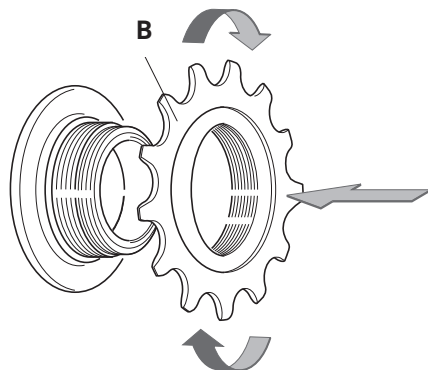

Fig. 7
- Montate il pignone fisso (B - Fig. 7) sul corpo filettato del mozzo avvitandolo in senso orario fino a fine corsa, utilizzando una chiave con catena cod. Campagnolo® UT-CS060.